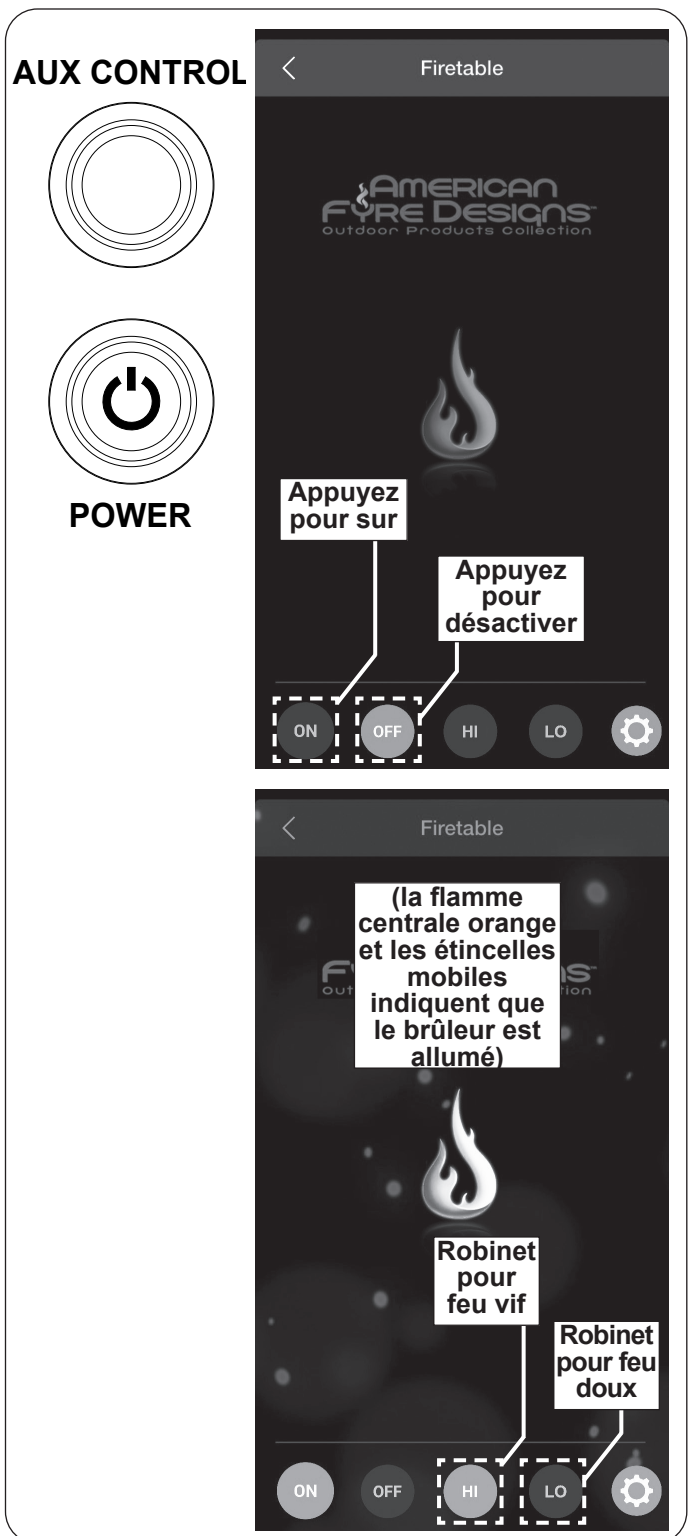

Fig. 38-1 Opération à distance:
1. Localisez le panneau de commande sur le côté de l'appareil (reportez-vous à la LISTE DES PIÈCES D'IDENTIFICATION si nécessaire), et identifiez les boutons **AUX CONTROL** et **POWER** (voir Fig. 38-1).
3. Depuis l'application, accédez à l'écran Appareils et sélectionnez votre appareil. L'écran à distance apparaîtra. Voir Fig. 38-1.
4. Appuyez sur l'icône **ON** située en bas à gauche de l'écran de votre télécommande (voir Fig. 38-1).
La hauteur de la flamme peut être ajustée via l'application à distance. Appuyez sur le bouton **H (élevé)** pour augmenter la hauteur de la flamme. Appuyez sur le bouton **L (bas)** pour diminuer la hauteur de la flamme. Voir Fig. 38-1. (Réglage LO disponible après 60 secondes.)
Pour éteindre le graveur (le système restera allumé), appuyez sur l'icône **OFF** située en bas à gauche de l'écran de votre télécommande. L'écran n'affichera plus la flamme centrale orange et les étincelles en mouvement. Voir Fig. 38-1. Le voyant du bouton **AUX CONTROL** s'éteindra également.
Pour éteindre le brûleur et le système (arrêt total), ou si l'application à distance n'est pas disponible, appuyez sur le bouton **POWER** du panneau de commande. Voir Fig. 38-1. Les voyants des boutons **POWER** et **AUX CONTROL** s'éteignent. (Éteignez complètement lorsque vous couvrez ou lorsque vous ne l'utilisez pas.)